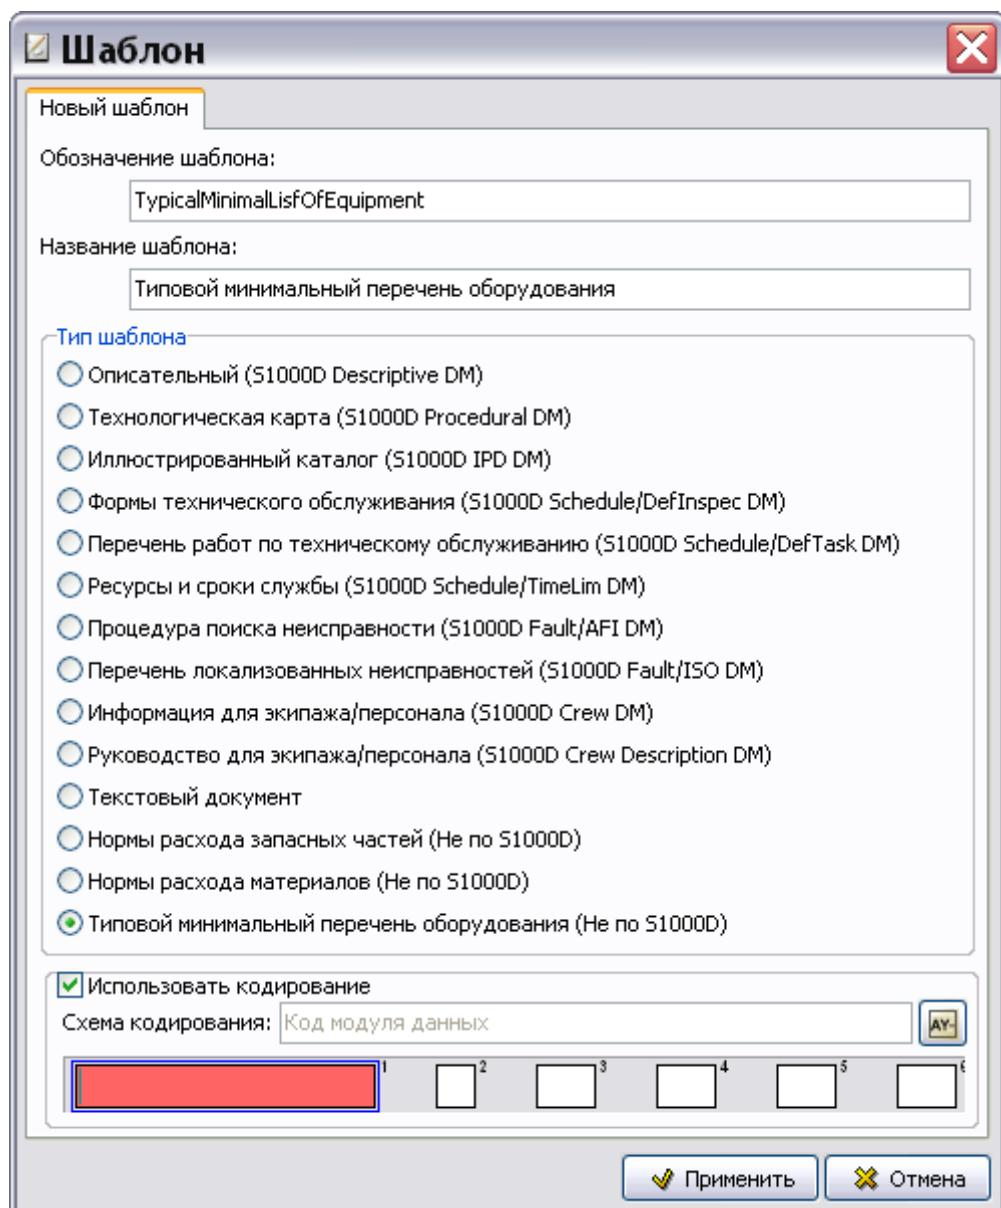

Рис. 3.69
- В диалоговом окне Шаблон введите обозначение шаблона – «TypicalMinimalListOfEquipment» и название – «Типовой минимальный перечень оборудования» (Рис. 3.69).